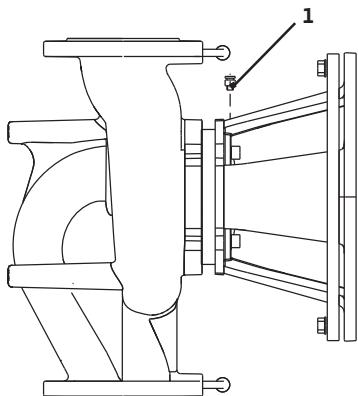

Fig. 40: Odzračni ventil
- Odzračite pumpe otpuštanjem odzračnih ventila (Fig. 40, poz. 1). Rad na suho uništava klizno-mehaničku brtvu pumpe. Senzor diferencijalnog tlaka ne smije se odzračiti (opasnost od uništenja).